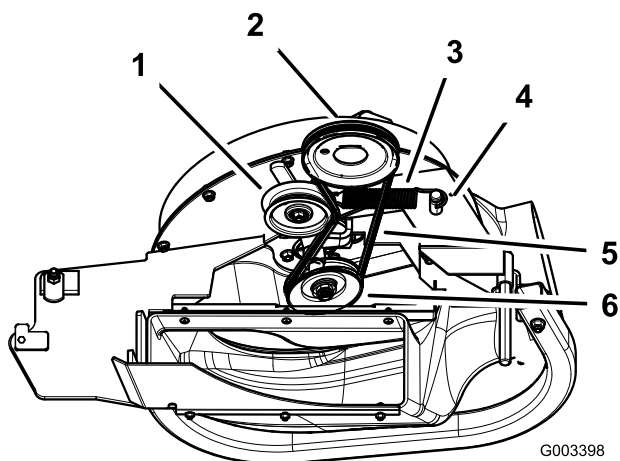

Figura 35
3. Empurre a polia intermédia da mola para trás para aliviar a tensão da correia (Figura 35).
5. Instale a nova correia em torno das polias do soprador e da polia da plataforma do cortador (Figura 35).
7. Empurre a polia intermédia da mola para trás e instale a correia na polia intermédia da mola (Figura 35).